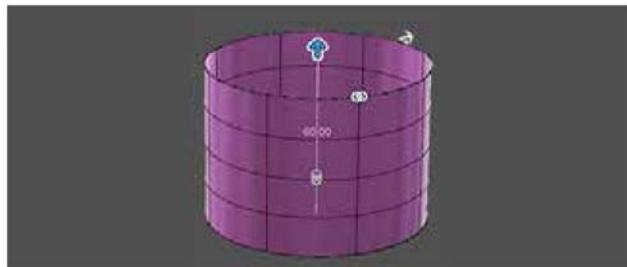

图 2-93
(3) 圆柱体：创建 T 样条圆柱体。选择平面，然后绘制圆，使用操纵器或输入数值指定高度和面数，如图 2-93 所示。